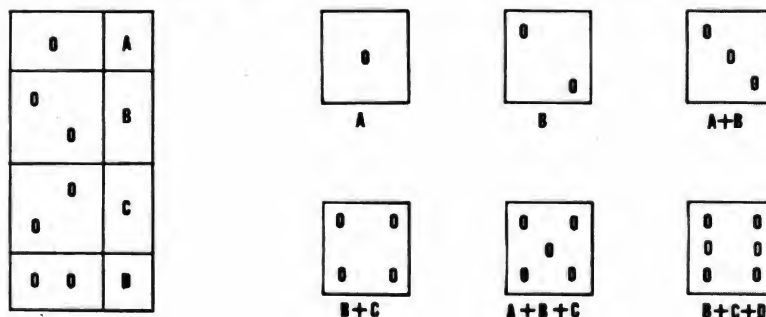

Fig. 1
Facile, n'est-ce pas, mais en réfléchissant un peu, il s'avère que cela n'est pas si simple que prévu, en effet, ce sont les mêmes points qui doivent s'allumer car notre dé ne possède qu'une seule face. La figure 1 nous montre qu'il y a 6 positions d'affichage. Mais en détaillant bien, nous constatons que le point central est utilisé 3 fois : (1), (3), (5). La configuration B est présente 5 fois : (2), (3), (4), (5), (6). La figure C s'impose 3 fois : (4), (5), (6). La ver-